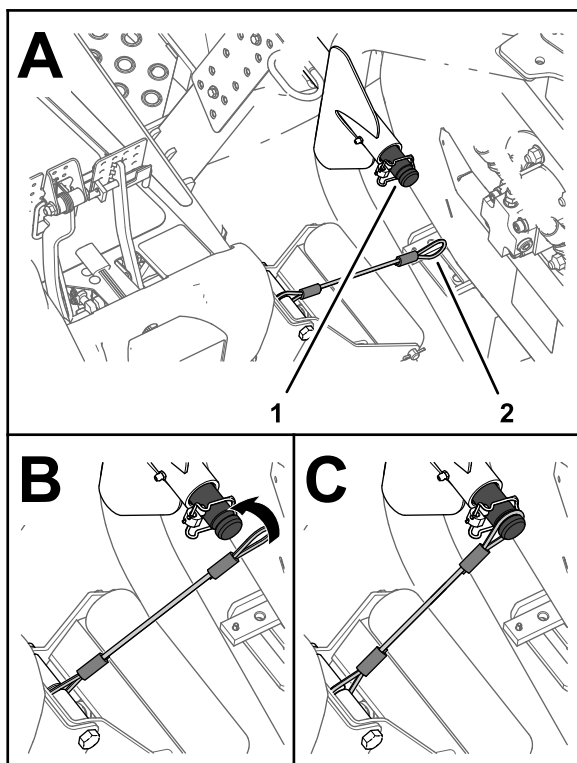

Figura 71
5. Aliniați nura cu arborele de transport al braului de ridicare pentru unitatea de tăiere exterioară din față (Figura 71).
6. Glisai bucla nului peste arborele de transport până când noul este complet aezat în adâncitura din arbore (Figura 71).